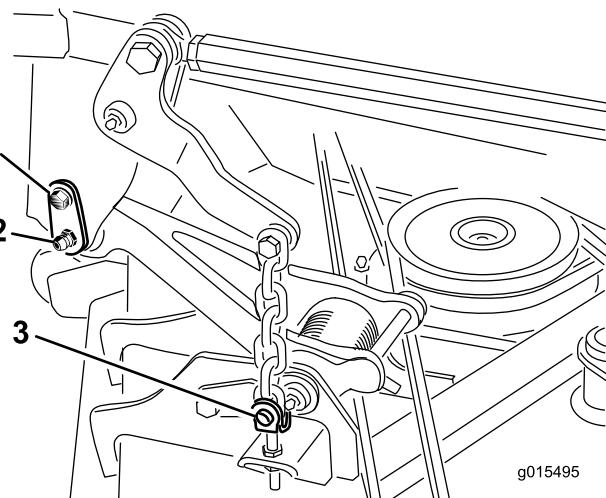

Рисунок 1
- Открутите винт с буртиком, крепящий стопорный штифт к несущей раме (Рисунок 1).
- Снимите 4 пальца фиксации кольца и штифты с головками, которые крепят подъемные цепи деки к регулировочным вилкам на режущей деке (Рисунок 1).